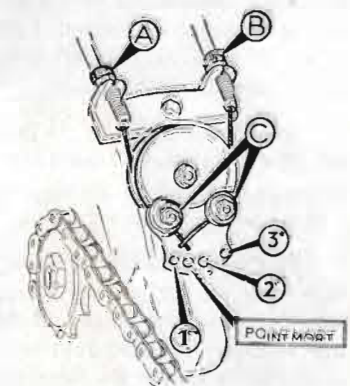

Fig. 47
- Revisser à fond les 2 tendeurs A et B (fig. 47).